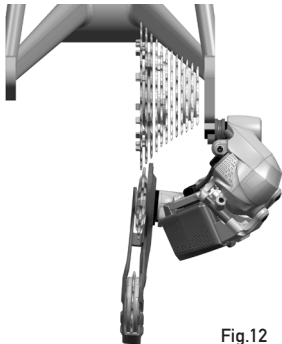

Fig.12
- colocando el cambio en el piñón más grande, observándolo desde la parte trasera, se nota que el balancín tiene la parte inferior demasiado cerca de los radios de la rueda porque la patilla de fijación del cambio probablemente se ha doblado (Fig. 12).